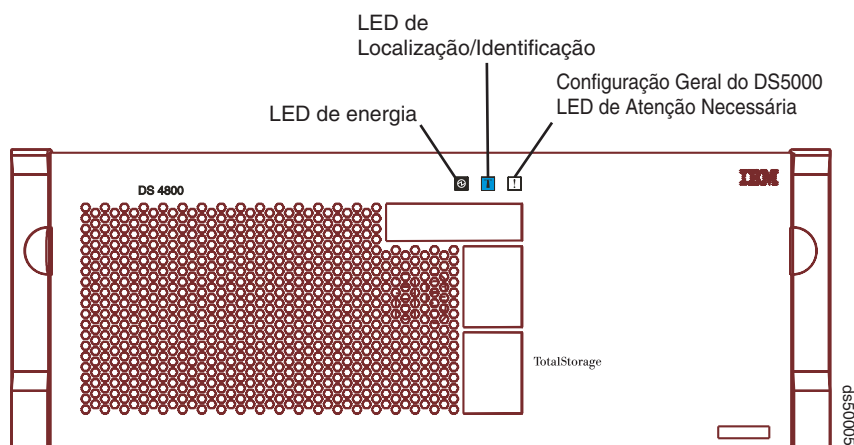

Figura 134. LED de Atenção Necessária Geral da Configuração no Painel Frontal do DS5100 ou DS5300
2. Localize o subsistema de armazenamento que contém a unidade de interconexão de baterias com a bateria com falha verificando o LED de Atenção Necessária Geral da Configuração no painel frontal do subsistema de armazenamento. (A Figura 134 mostra o local do LED de Atenção Necessária Geral da Configuração no painel frontal).